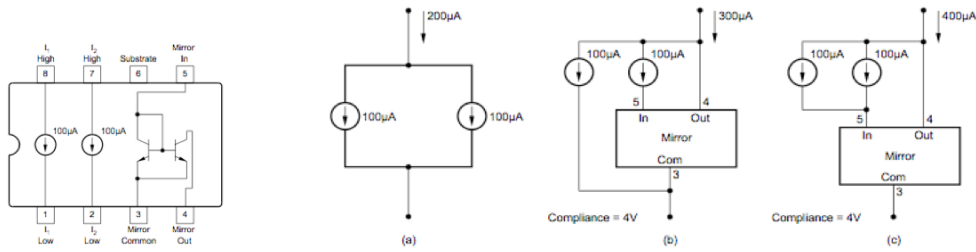
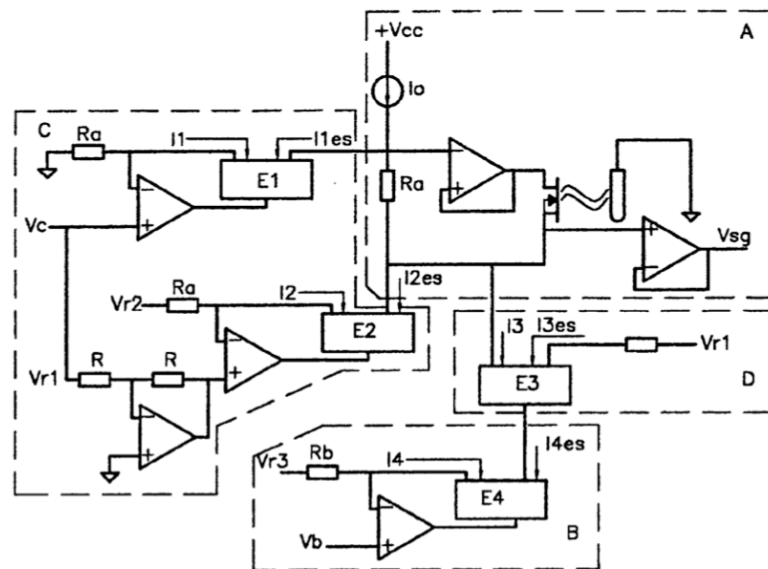

Figura 1
Figura 2
1. La figura 1 mostra l'estructura interna del REF200. Aquest està implementat amb dues fonts de corrent flotants de 100 μA i un mirall de corrent. Tal com mostra la figura 1, és possible implementar de forma senzilla fonts de corrent estables amb diferent rang: 200 μA (figura 1a), 300 μA (figura 1b) i 400 μA (figura 1c) i és suficient canviar les connexions entre els terminals del REF200. El circuit de la figura 2 s'utilitza per a polaritzar correctament un sensor de pH (ISFET) el funcionament del qual és similar al d'un transistor MOSFET, tret que la seua resposta canvia en funció de la concentració d'ions H^+ (nivell de pH), i obtenir la seua resposta (V_{SG}).